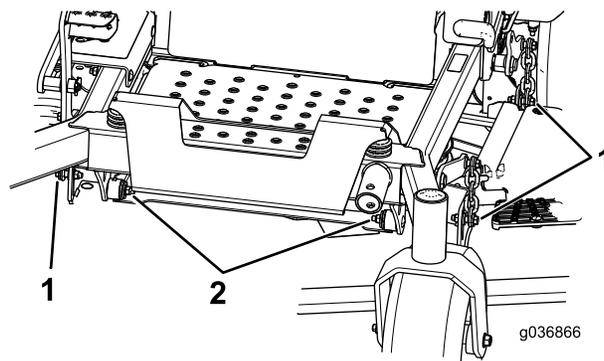

Figura 88
7. Rimuovete e conservate dadi e bulloni su ambo i lati della macchina (Figura 88).